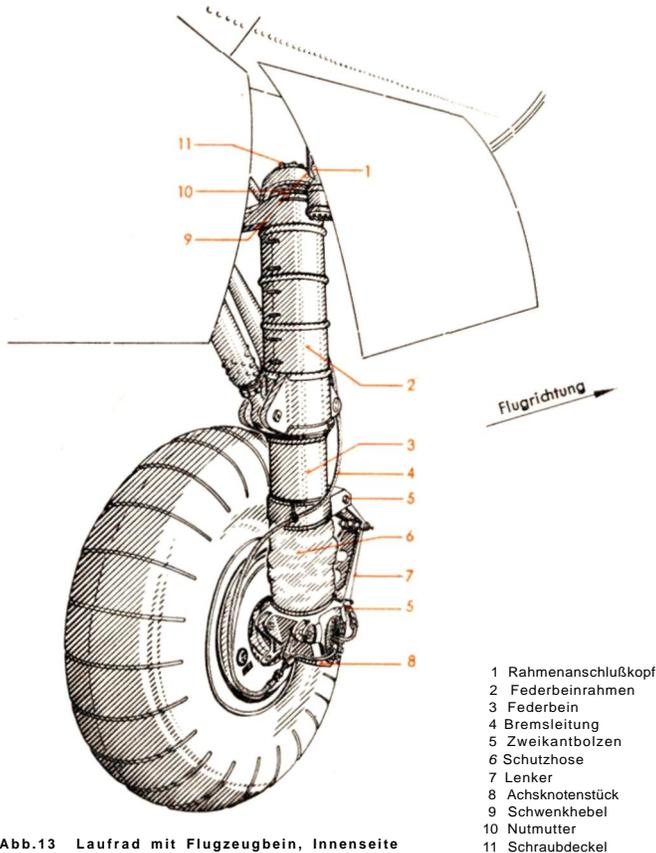

Abb.13 Laufrad mit Flugzeugbein, Innenseite
Am ausgebauten Flugzeugbein mit abgenommenem Laufrad ist zuerst der Schraubdeckel (11) (Abb. 13) mit dem Schlüssel Ju W 6501 zu lösen und der Schwenkhebel (9), der mit einer Verzahnung auf dem Feder-
Zum Ausbau des Achsknotenstückes (8) (Abb. 13) mit Laufradachse sind die beiden Zweikantbolzen (5), mit denen der Lenker (7) gelagert ist, zu entfernen und die Überwurfmutter (3) (Abb. 14) mit dem Schlüssel Ju W 6277 zu lösen. Dann wird das Achsknotenstück (5) aus dem Federbein (1) herausgeschraubt.